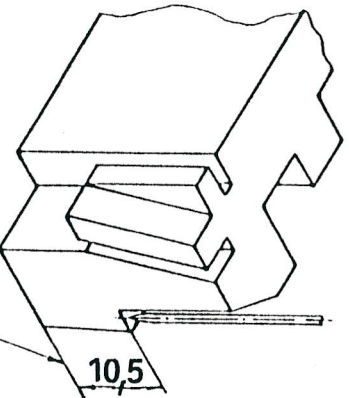

Abb.2
- Höhe der rechten Nadelspitze im oberen Totpunkt mit Lehrenadel und Einstelllehre durch Verschieben der Nadelstange 3 einstellen und mit Schraube 4 klemmen (Abb 1), (Abb. 2).